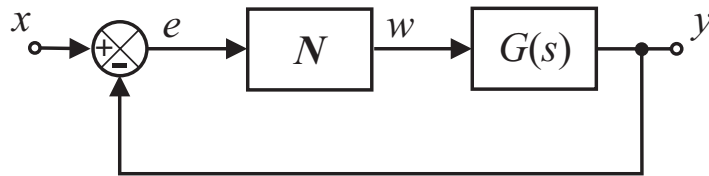

Figura 5: Lazo de control
- Suponer que la alinealidad forma parte de un lazo realimentado de control donde hay una planta lineal $G(s)$, como se ve en la figura 5. Utilizando las herramientas de análisis adecuadas, verificar cual/es de la/s siguiente/s plantas produce/n un ciclo límite, y cual es la amplitud y frecuencia de la oscilación en tal/es los caso/s (en forma cualitativa).